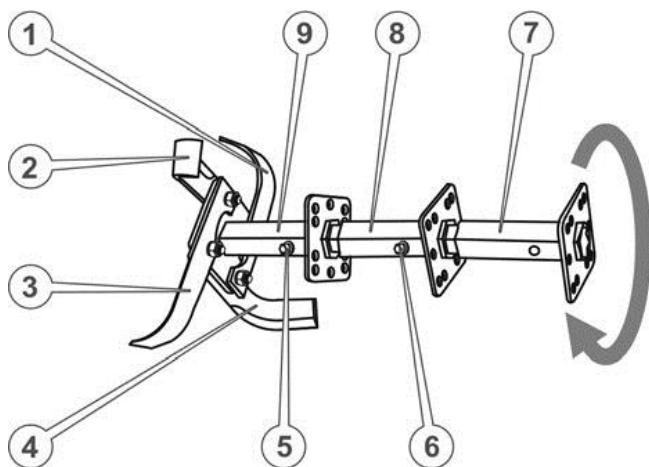
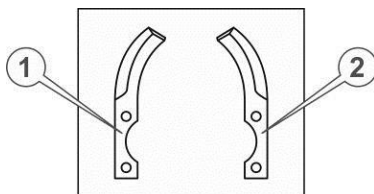

Рисунок 12. – Ґрунтофреза
Рисунок 13. – Ножи ґрунтофрези
1. Встановити додаткову маточину ротора в шестигранний отвір основної маточини та зафіксувати, щоб уникнути можливого осьового зсуву, болтом М8х80 з плоскою і пружинною шайбою (див. рисунок 12.)
3. Взяти з комплекту ґрунтофрези по одному лівому і правому ножу (див. рисунок 13.)
4. Притулити приготовані ножі (наприклад, поз. 2 і поз. 3 на Рисунок 13.) до кріпильного квадрата маточини уздовж двох суміжних сторін цього квадрата у такий спосіб, щоб квадрат опинився всередині загинів ножів, загострені частини ножів були спрямовані за ходом обертання (як зазначено стрілкою на рисунок 12.), кріпильні отвори ножів збіглися з отворами квадрата, водночас кінцевий отвір одного ножа (поз. 3) збігся із серединним отвором іншого ножа (поз. 2). Утримуючи ножі в такому положенні вставити в отвір болт, надіти шайби й наживити гайку.